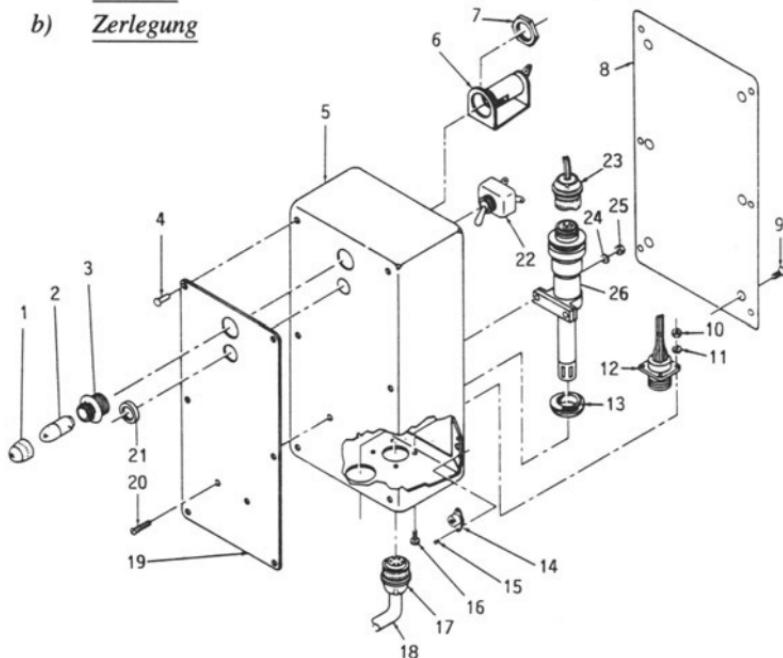

Bild 8. Fernbedienungskasten (auseinandergezogene Darstellung).
- (1) *Sechs Schrauben 9, Bild 8, im Deckel 8 des Fernbedienungskastens 5 herausdrehen und Deckel abnehmen.*
- (2) *Stecker 23 vom Thermostat 26 kennzeichnen und abziehen.*
- (3) *Vier Schrauben 16 mit Unterlegscheiben 11 und Muttern 10, mit denen die Steckdose 12 im Kasten 5 befestigt ist, herausdrehen und Steckdose mit Kabelbaum abnehmen.*
- (4) *Zwei Schrauben 20 mit Unterlegscheiben 24 und Muttern 25, mit denen der Thermostat 26 am Kasten 5 befestigt ist, herausdrehen und Thermostat abnehmen.*
- (5) *Ringmutter 21, mit der der Schalter 22 am Kasten 5 befestigt ist, abschrauben und Schalter abnehmen.*
KOMMENTAR: Die nut 21 ist keine übliche Mutter, wie Sie in Bild 8 erkennen können. Es zeugt von Ihrer Genauigkeit, wenn Sie in einem solchen Fall die richtige Bezeichnung, hier also *Ringmutter*, wählen.